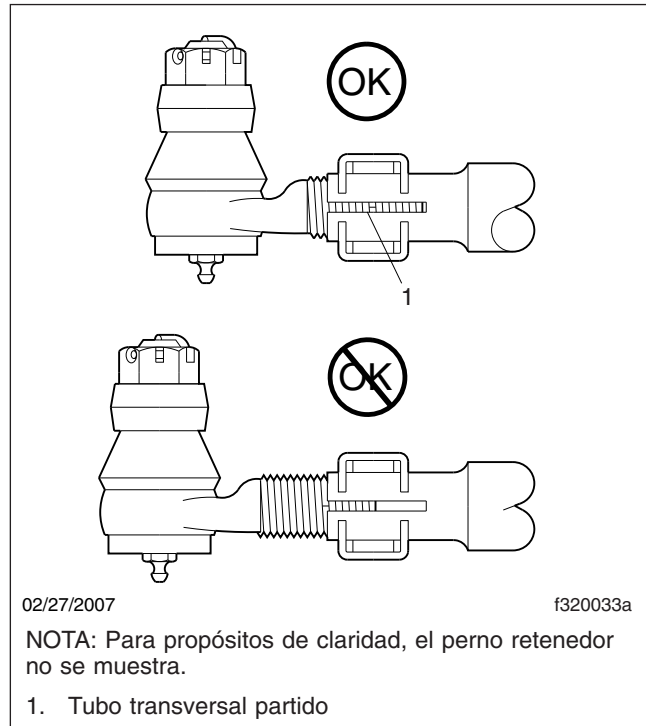

Figura 3, Ajuste de la rótula de barra de acoplamiento
2. Para una sujeción adecuada, la porción roscada de la rótula de barra de acoplamiento debe introducirse completamente en la parte dividida del tubo transversal. Vea la **Figura 3**. Si este procedimiento no se puede llevar a cabo, reemplace los componentes. Consulte las instrucciones en el **Grupo 33** del *Manual de taller Cascadia™*.